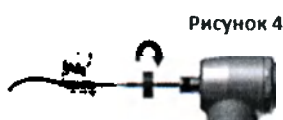
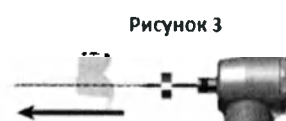

Рисунок 4
Рисунок 3
7. Вставьте прямой XP-endo Finisher в первый канал зуба (Рисунок 3). После ввода кончика включите вращение и введите файл (Рисунок 4). Добавьте ирригант в полость доступа.